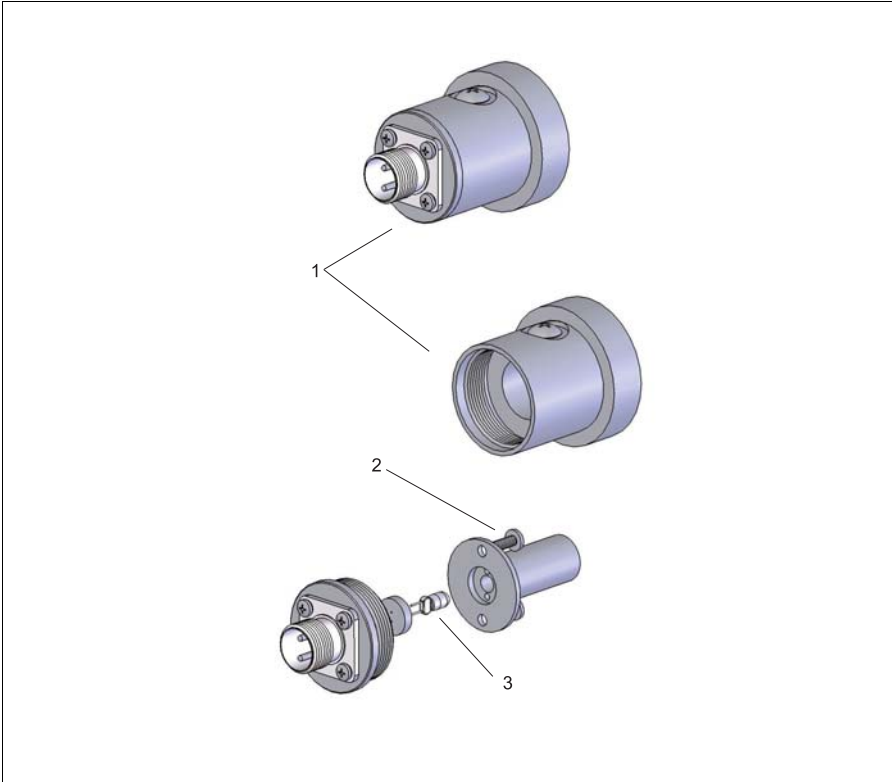

图 10: 充气光源的标准更换步骤图例说明
2. 从光源外壳上 (图 10 中的部件 1) 拉出光源背部。
3. 拆除两颗 6-32 螺丝，小心拆除棱镜 (图 10 中的部件 2)。
4. 小心拆除卤素灯光源和隔离板，并按相反顺序安装新的光源。组装前使用酒精清洗 (图 10 中的部件 3)。